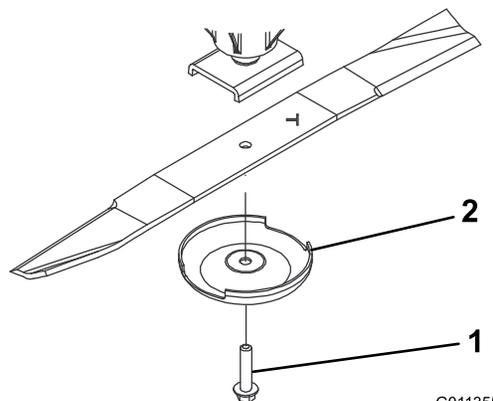

Рисунок 85
- Снимите болт ножа, защитный колпак и нож с вала шпинделя (Рисунок 85).